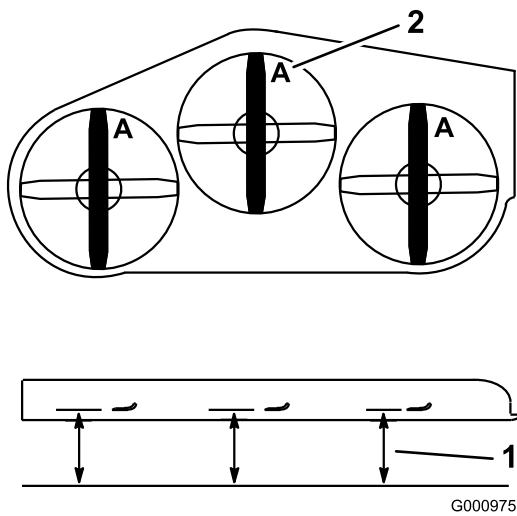

Figure 92
4. Mesurez au point **A** et entre la surface plane et le bord coupant des pointes des lames (Figure 92).